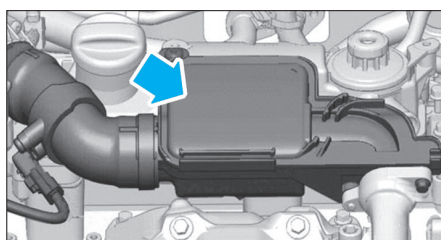

Fig. 28
- Déposer le système d'admission d'air intégré inférieur (Fig.28).